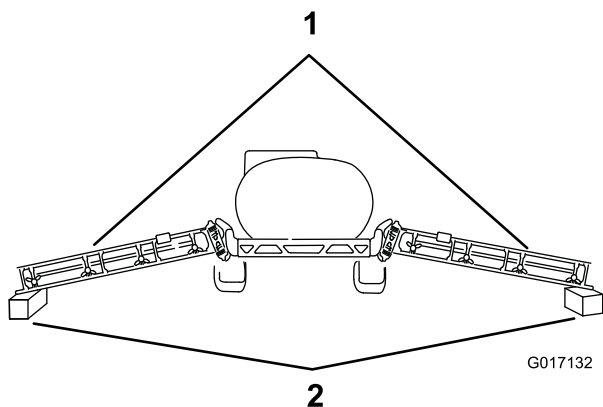

Figure 8
3. Abaissez les sections extérieures de rampe avec précaution sur des blocs de bois d'environ 10 cm de hauteur, comme montré à la Figure 8.